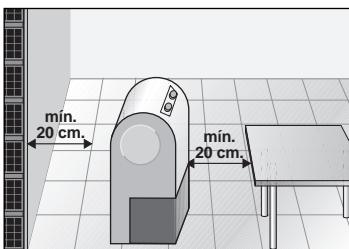

Fig. 4
- For å sikre korrekt drift av apparatet er det nødvendig å holde en avstand på minimum 20 cm til nærliggende gjenstander. Se fig. 4.